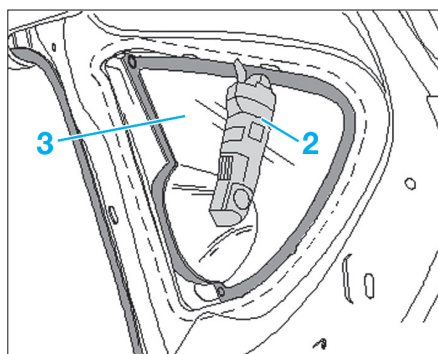

FIG. 3
- Depuis l'intérieur du véhicule, couper le cordon de colle à l'aide d'un couteau (2) électrique (Fig.3).